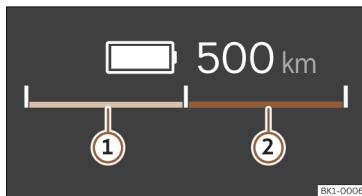

Abb. 4 Am digitalen Kombi-Instrument: Fahrleistungsanzeige (schematische Darstellung).
Anhand der in der Mitte geteilten Leiste gibt die Fahrleistungsanzeige fortwährend auf der linken Seite die Verfügbarkeit der Bremsenergie-Rückgewinnung»» **Abb. 4 ①** (grün) und auf der rechten Seite die Verfügbarkeit der Antriebsleistung»» **Abb. 4 ②** (blau) an. Wenn die Endmarkierung des entsprechenden Abschnitts der Leiste erreicht wird, besteht nur noch beschränkte Verfügbarkeit. Im Falle einer Beschränkung verkürzt sich die Leiste dementsprechend.